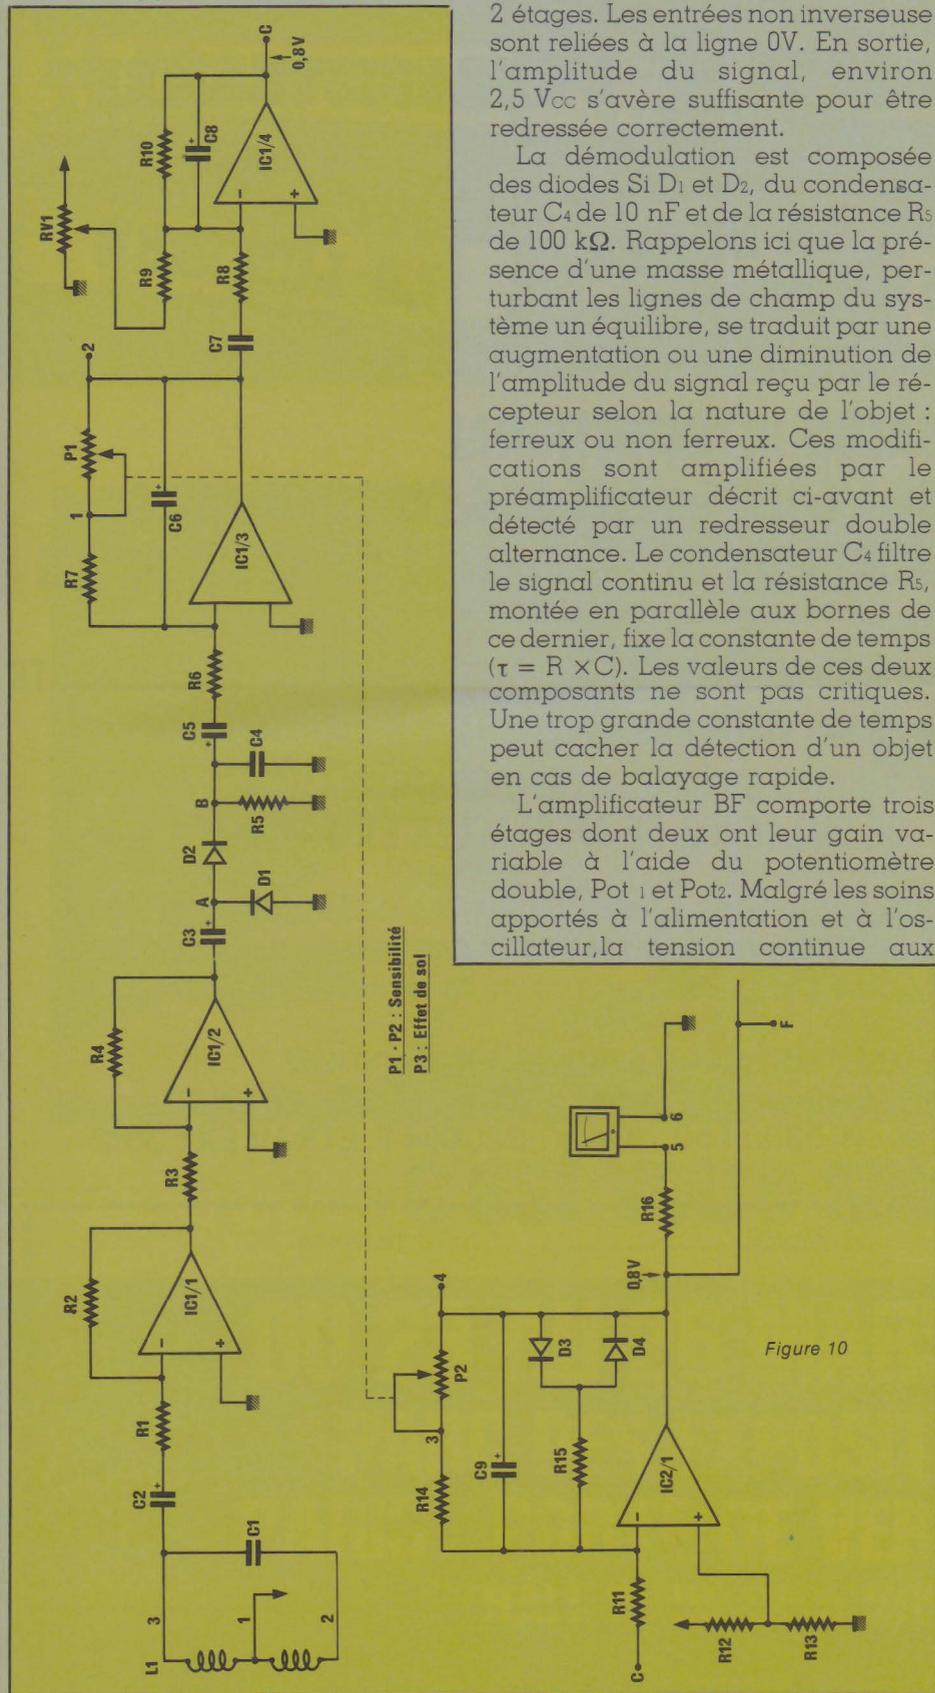

Figure 10
Il est de type Hartley et représenté figure 8. Il nécessite une prise intermédiaire sur le bobinage. Malgré sa simplicité, son comportement en fonction de la température est excellent pour l'utilisation considérée. En effet, une haute stabilité en fréquence n'est pas recherchée, seule l'amplitude des oscillations à une grande importance. Le signal reçu par le récepteur est proportionnel à l'amplitude de celui de l'émetteur. Toute variation d'amplitude du récepteur se trouve multipliée par le gain du préampli (140). Une trop grande variation peut entraîner soit une saturation au point A, figure 10, soit une amplitude insuffisante pour polariser les diodes de détection au silicium. Dans les deux cas, les variations d'amplitude, dues à la présence d'objets métalliques, ne sont plus perceptibles et l'appareil ne fonctionne plus. C'est pourquoi, si vous voulez utiliser votre appareil aux températures extrêmes, utilisez
Le récepteur, représenté figure 10, se compose d'un circuit LC accordé sur la fréquence de l'émetteur, d'un préamplificateur, d'un redresseur double alternance et d'un am-